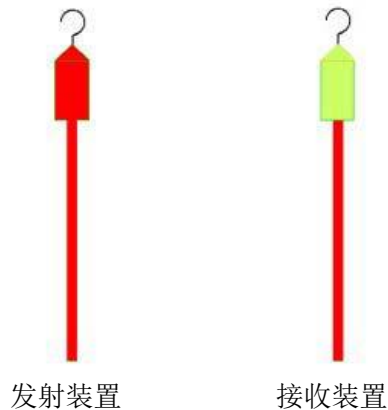

图 2 HY-II 组装示意图
(1) 检查 LH-II 核相器绝缘杆的绝缘性能和伸缩性合格后，再安装发射装置和接收装置。组装后如图 2 所示。